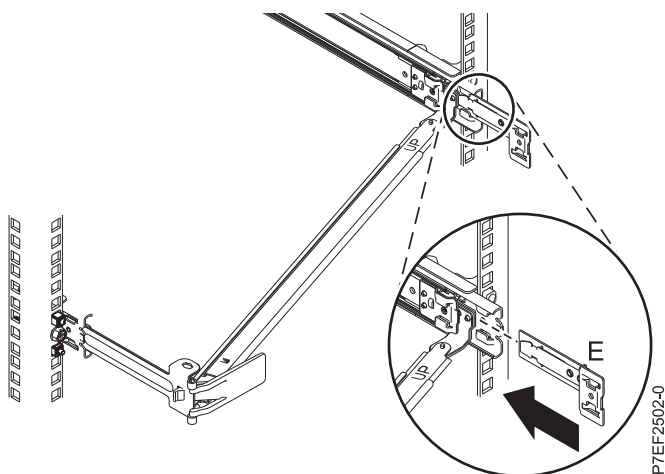

Figura 13. Instalación de la abrazadera de extensión en el riel deslizante
5. Deslice la abrazadera de extensión (E) en el riel deslizante derecho hasta que la patilla accionada por resorte quede encajada en su sitio. Para obtener detalles, consulte Figura 13 en la página 10.